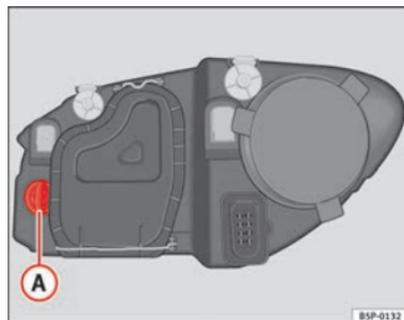

Fig. 183 Lampada luce indicatore di direzione
- Ruotare il portalampada ⇒ fig. 183 **A** verso sinistra e tirare.